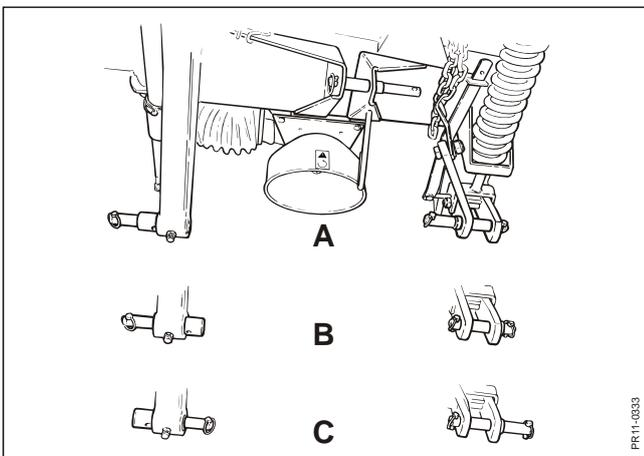

Fig. 2-5
- Fig. 2-5 Vous pouvez choisir entre 3 réglages (**A**, **B** et **C**) des chevilles d'attelage sur le bâti, ce qui correspond aux voies suivantes :
Le réglage de la cheville d'attelage fixe est fait en desserrant la vis de blocage, et adapter aussi la cheville de traction mobile selon fig. 2-5.